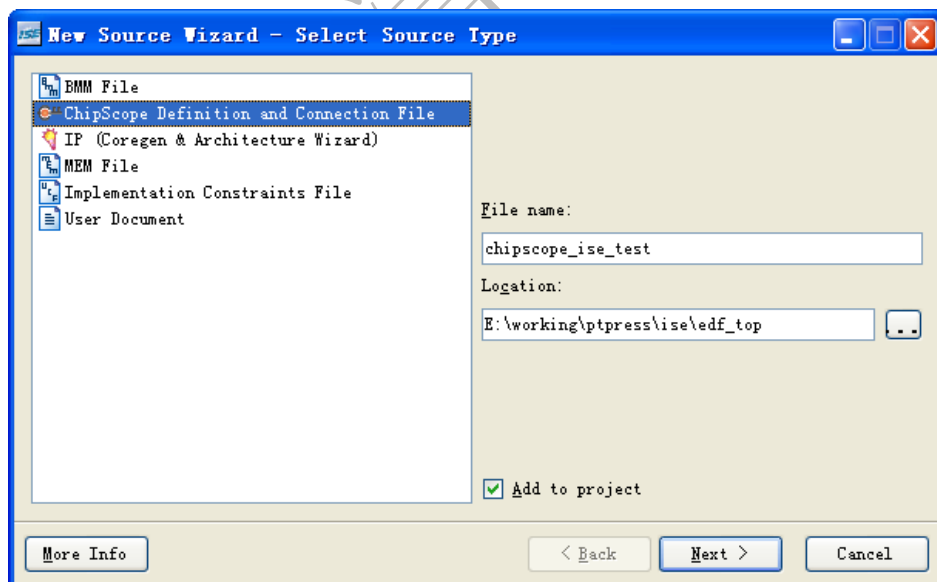

图 2.105 New Source Wizard 对话框
(1) 首先启动 ISE Project Navigator，在主窗口中单击【Project】/【New Source】，弹出“New Source Wizard”对话框。
(2) 如图 2.105 所示，在“New Source Wizard”对话框中选择“ChipScope Definition and Connection File”，在“File name”区域中输入文件名，其他的保持不变，单击【Next】按钮。